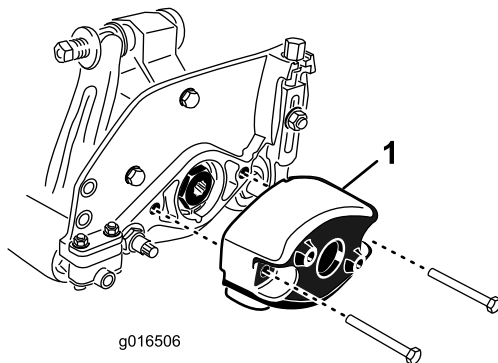

Figura 9
1. Remova os 2 parafusos que fixam o contrapeso à extremidade esquerda da unidade de corte. Remova o contrapeso (Figura 9).
contrapeso com os parafusos previamente removidos (Figura 9). Aperte os parafusos com 16 a 20 Nm.